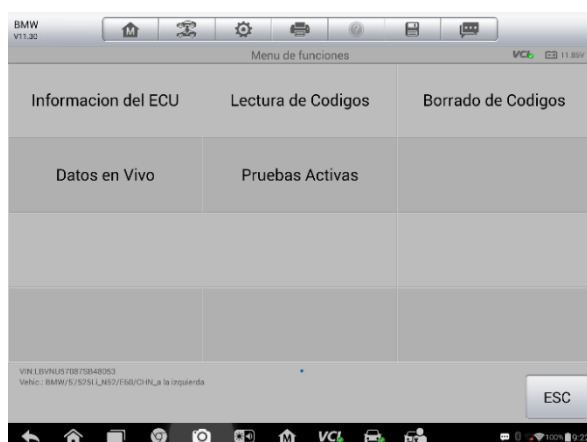

Figura 4-8 Ejemplo de Pantalla de Menú de Función
- Toque el botón ➤ a la derecha del elemento del sistema, en el cual desea realizar otro diagnóstico y otras actividades de prueba. Una pantalla de Menú de Función (*Figura 4-8*) aparecerá después.